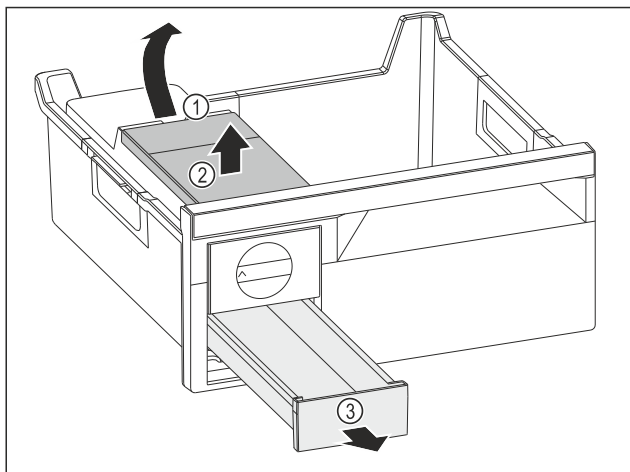

Fig. 76
- Vyjmutí nádržky na vodu: Zvedněte nádržku na vodu za vybrání Fig. 76 (1).
- Nádržku na vodu Fig. 76 (2) vyjměte nahoru.
- Zásuvku na kostky ledu Fig. 76 (3) vyjměte dopředu.